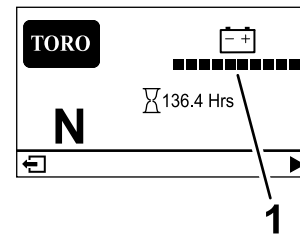

Figura 20
- **Pantalla principal de información (Figura 20):** muestra información actual de la máquina con la llave en la posición de CONECTADO.